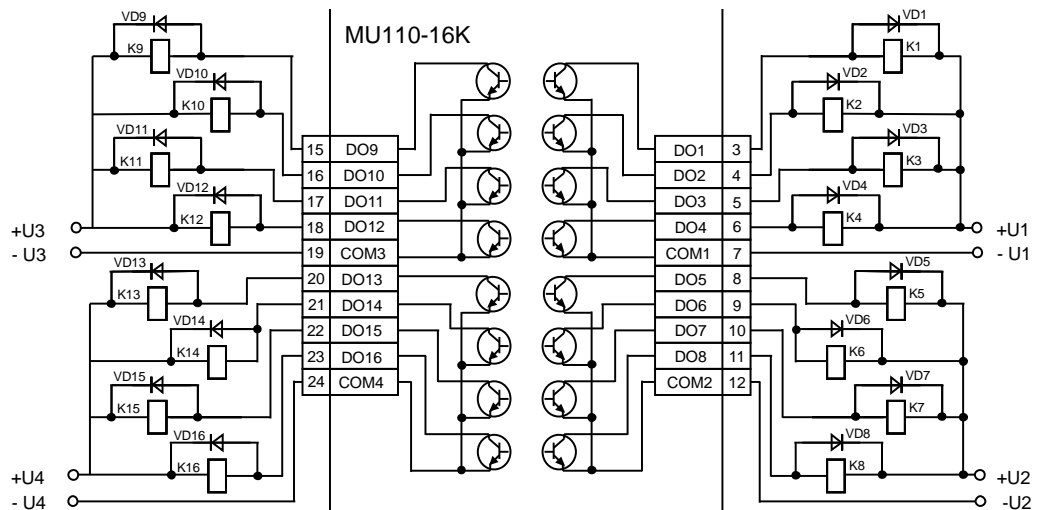

Fig. 4.3 Salidas MU110-16K
- Si existe una carga inductiva en una salida tipo transistor NPN, se recomienda conectar un diodo de protección (rueda libre, 100 V, 1 A) para proteger al transistor (ver Fig. 4.3).
Si existe una carga inductiva en una salida tipo transistor NPN, se recomienda conectar un diodo de protección (rueda libre, 100 V, 1 A) para proteger al transistor (ver Fig. 4.3).